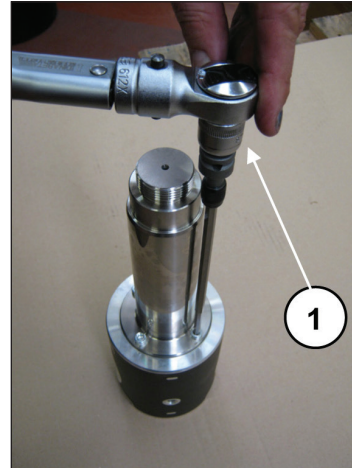

Fig. 41
Bloquer le guide de piston dans un étau à l'aide d'un outil spécial et serrer les vis à l'aide d'une clé dynamométrique (rep. ①, Fig. 41) comme décrit chapitre 3.